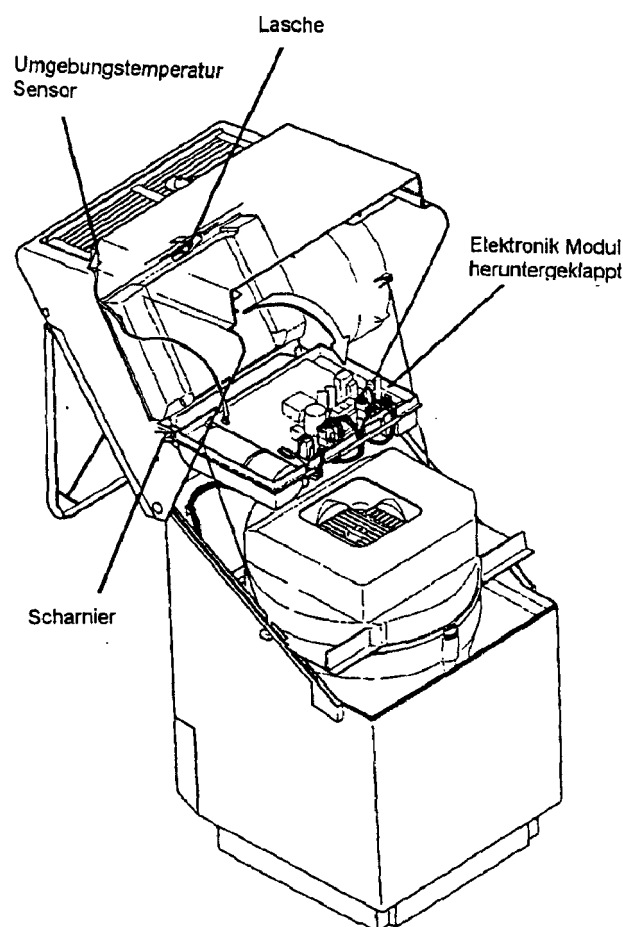

Bild 16 FuelMaker FM 4
- Temperatursensoren aus dem Deckel ziehen, die weisse Plastik Klammer zusammendrücken und vorsichtig herausziehen (**nicht am Kabel ziehen**) (Bild 16, 17)
- Das Elektronik Modul leicht anheben und aus der Verankerung ziehen (Bild 16)
- Das Elektronik Modul in die Scharniere einführen, und in heruntergeklappter Position lassen (Bild 16)
- Temperatursensoren einsetzen und Klammer einrasten (Bild 16, 17)